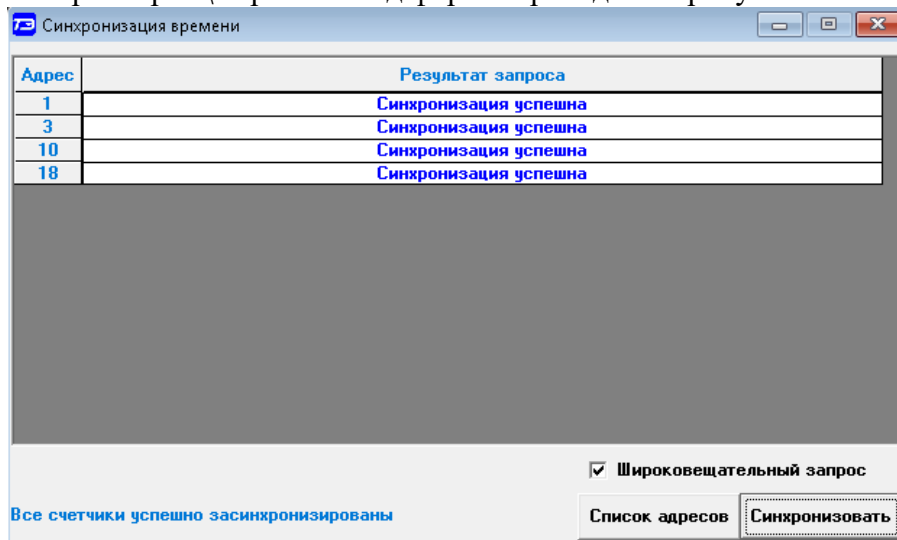

Рисунок 6 – Форма «Синхронизация времени»
4.9.4.4 Для широковещательной синхронизации времени адреса синхронизируемых счетчиков должны быть записаны в «Список адресов». Вызов формы «Адреса для групповых операций» производится по кнопке «Список адресов», расположенной на поле формы «Синхронизация времени» (рисунок 6).